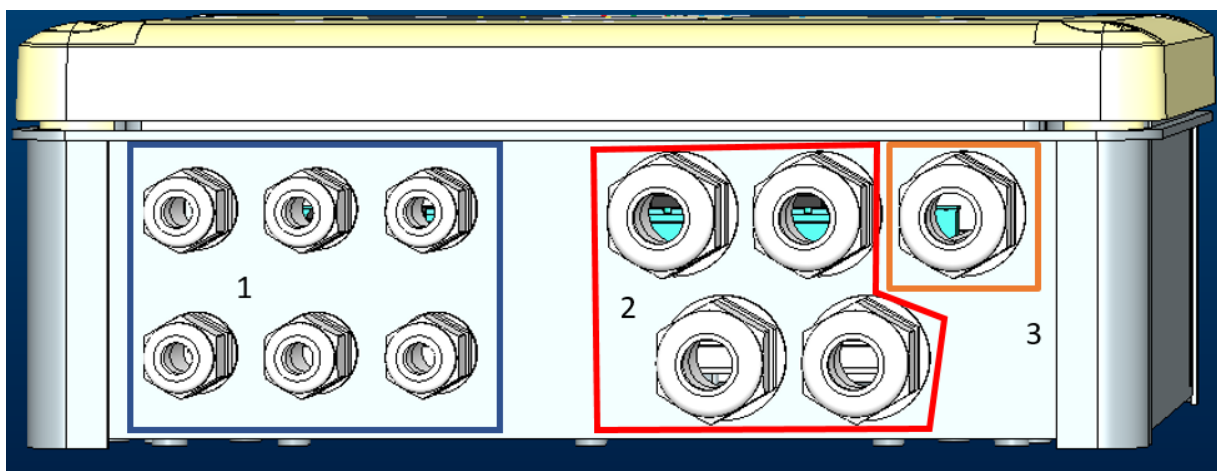

Fig. 1: Vy framifrån av kabelförskruvningar
1. För in kabeln i kabelförskruvningen som visas i Fig. 1 inringad med orange (kabelförskruvning 3).
Användaren kan utföra andra elanslutningar beroende på användningsområdet. Se Fig. 1. Med kabelförskruvningarna i sektion 1 utförs kabeldragningarna för ingångarna (se avsnitt 2.7), trycksensorn (se avsnitt 2.9) och RS485 Modbus (se avsnitt 2.10).